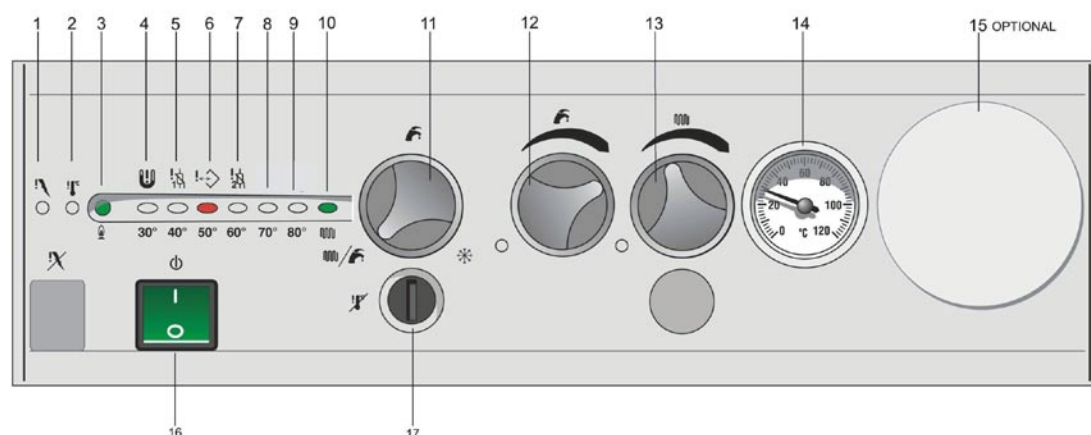

fig. 1
- Poner el pulsador de encendido 16 del grupo térmico (fig. 1) en la posición I – ON (el pulsador se ilumina);
- Elegir el modo de funcionamiento del grupo térmico por medio del selector 11 del grupo térmico (fig. 1 ver apartado 1.2.2.);
- Regular el valor de temperatura del agua caliente sanitaria girando el regulador 12 del grupo térmico (fig. 1). Campo de regulación 35 – 57 °C;
- Regular el valor de temperatura del agua del circuito de calefacción girando el regulador 13 del grupo térmico (fig. 1). Campo de regulación 50 – 82 °C;
- Cuando el circuito de calefacción pide calor se enciende el indicador luminoso 10 del grupo térmico (fig. 1) que indica petición de calefacción;
- Cuando el quemador funciona, se enciende el indicador luminoso 3 del grupo térmico (fig. 1). Este indicador se enciende cuando la tarjeta de control de llama está bajo tensión eléctrica, eso quiere decir que el quemador está en marcha pero no indica obligatoriamente que la llama esté presente.
SELECTOR 11 (fig. 1)
La tarjeta de control regula la temperatura de la calefacción a un valor comprendido entre 50°C y 82°C según la configuración hecha por el usuario con el regulador 13 (fig. 1).
La tarjeta de control regula la temperatura del agua caliente sanitaria de 35°C a 57°C según la configuración hecha por el usuario con el regulador 12 (fig. 1).
- La caldera esté conectada eléctricamente y tanto el interruptor general de la instalación como el pulsador de encendido 16 (fig. 1) de la caldera se hallen en posición I – ON.
Para que la función anti-hielo de bombas se active es necesario que la caldera esté conectada eléctricamente y tanto el interruptor general de la instalación como el pulsador de encendido 16 (fig. 1) de la caldera se hallen en posición I - ON.
Cuando se presentan algunas anomalías en el funcionamiento del quemador, éste se pone automáticamente en bloqueo y se encienden la luz de bloqueo 1 en el panel de mandos (fig. 1) y el pulsador de desbloqueo rojo en el quemador (fig. 2).
En caso de que se ilumine el testigo rojo 2 (fig. 1) de bloqueo por activación del termostato de seguridad debido a una anomalía de funcionamiento, dirigirse a un Centro de Asistencia autorizado o a personal cualificado para una intervención de mantenimiento.
En caso de bloqueo por intervención del presostato agua, se enciende parpadeando el indicador luminoso rojo 4 (fig. 1) para indicar que la presión dentro del circuito de calefacción es insuficiente. Llenar la instalación actuando sobre el grifo de llenado (fig. 2) situado dentro del grupo térmico.
- * poner el interruptor general 16 (fig. 1) en posición 0 (se apaga el testigo luminoso verde);
- * girar la espita del grifo de llenado (fig. 2) en el sentido antihorario para permitir la entrada de agua dentro del grupo térmico, y mantenerlo abierto hasta que el manómetro 14 (fig. 1) indique que se ha alcanzado un valor de presión de 1÷1,3 bar. Cerrar entonces el grifo girando la espita en el sentido horario y volver a montar el panel frontal.